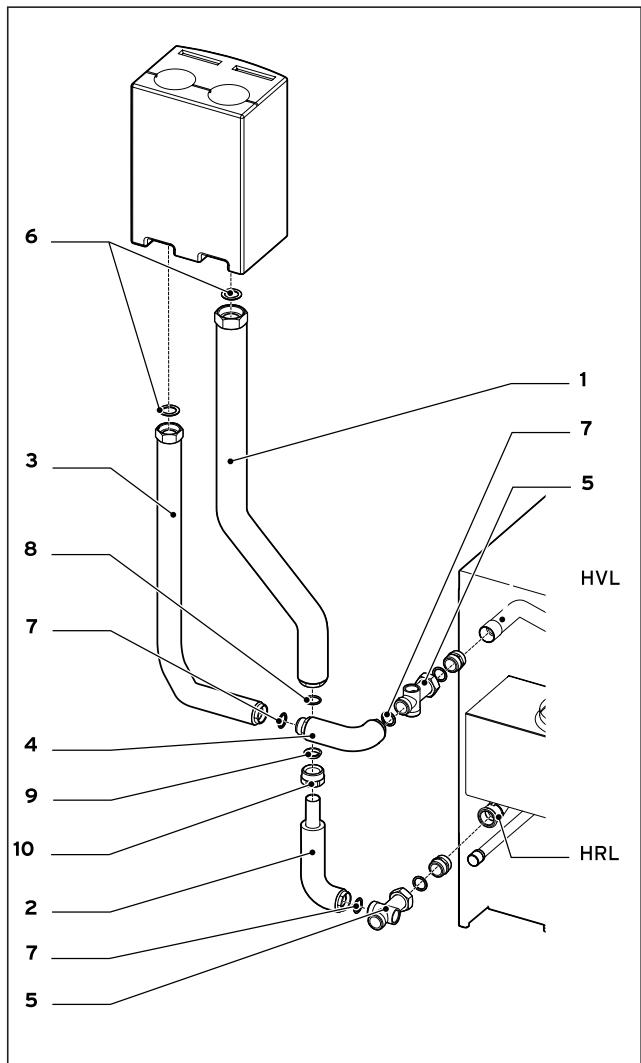

Fig. 2 : Montage de la tuyauterie de raccordement sur le modèle atmoVIT exclusiv, perpendiculaire à la chaudière
- Assembler le tuyau de départ en vissant les deux éléments (3) et (4).
- Enfiler le mamelon de serrage (10), la bague de serrage (9) et le joint torique (8) sur l'extrémité du tuyau retour 2 (2) (fig. 2).
- Assembler le tuyau retour en emboîtant les deux éléments (1) et (2). Sur le modèle atmoVIT classic, raccourcir si nécessaire au préalable l'isolation du tuyau de retour 2 (2) d'environ 70 mm, étant donné que la profondeur d'insertion du tuyau est ici plus importante que sur le modèle atmoVIT exclusiv.